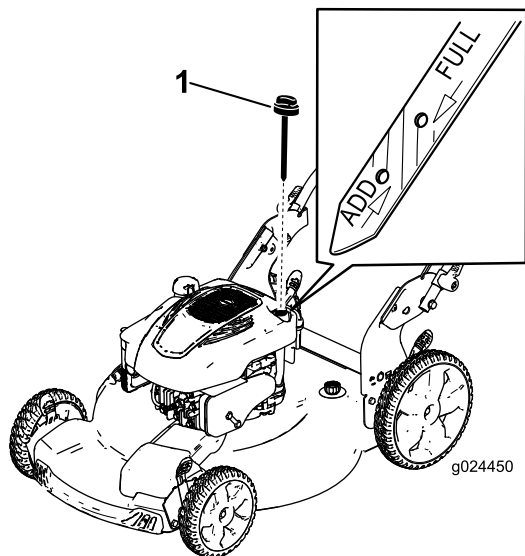

図 22
3. ディップスティックを外す 図 22。
10. ディップスティックの目印で油量を点検する 図 22。